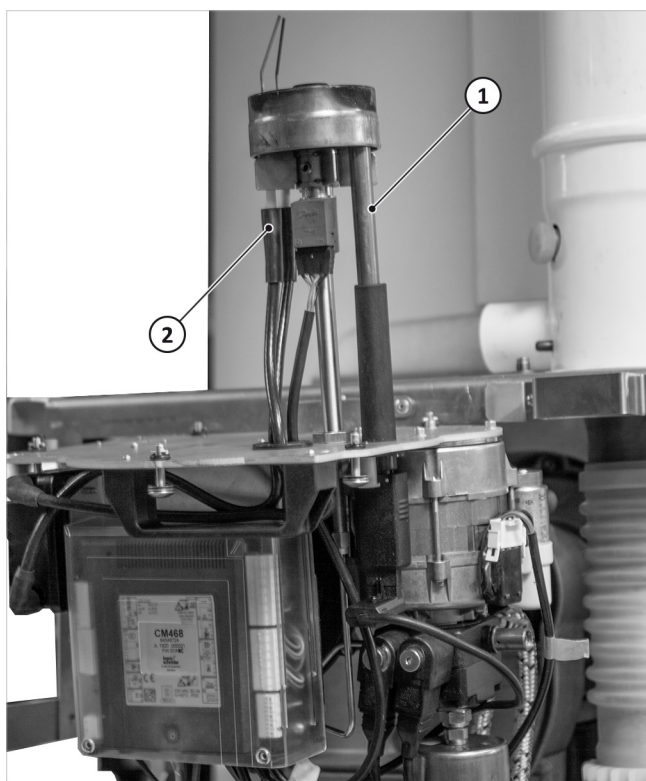

Abb. 120: Brenner an Konsole einhängen
1. Sichthülse abziehen, siehe → Abb. 120 (1).